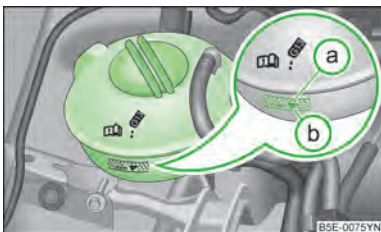

图 170
- 检查冷却液补偿罐中的冷却液液位 » 图 170。当发动机处于冷态时，冷却液液位应位于标记 **b**（下限）和 **a**（上限）之间。在发动机热态时，冷却液液位可能会略超过标记 **a**（上限）。
- 将一块抹布放到冷却液补偿罐的端盖上 » 图 170，见第 137 页，然后将端盖小心地拧下 » .